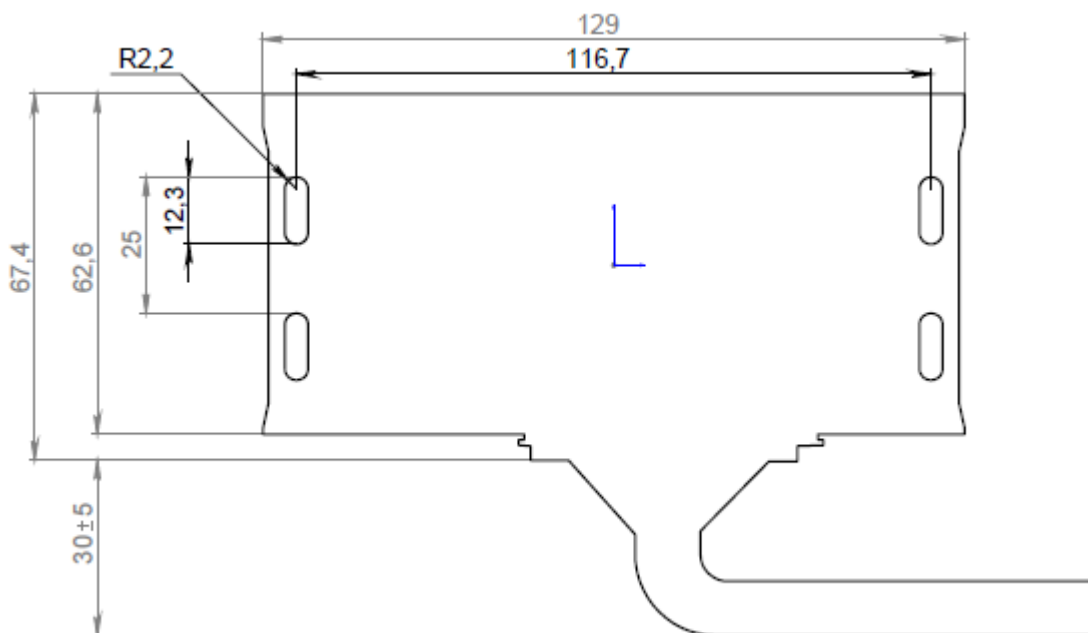

Рисунок 4.4 Установочные размеры терминала FORT-114
1. Место установки терминала должно быть выбрано, исходя из его габаритных ($129 \times 63 \times 32 \text{ мм}$) и установочных (см. рисунок 4.4) размеров, а также с учетом обеспечения требуемого пространства для удобного подключения разъемов.